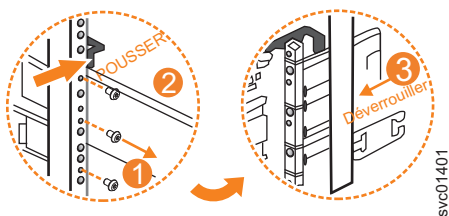

Figure 133. Retirez le guide du support de châssis arrière
3. Retirez les deux vis qui fixent la section de glissière interne au support arrière, comme indiqué dans la figure 133, à la page 148.
4. Tirez la glissière vers l'avant, loin du support arrière, comme indiqué dans la figure 133.